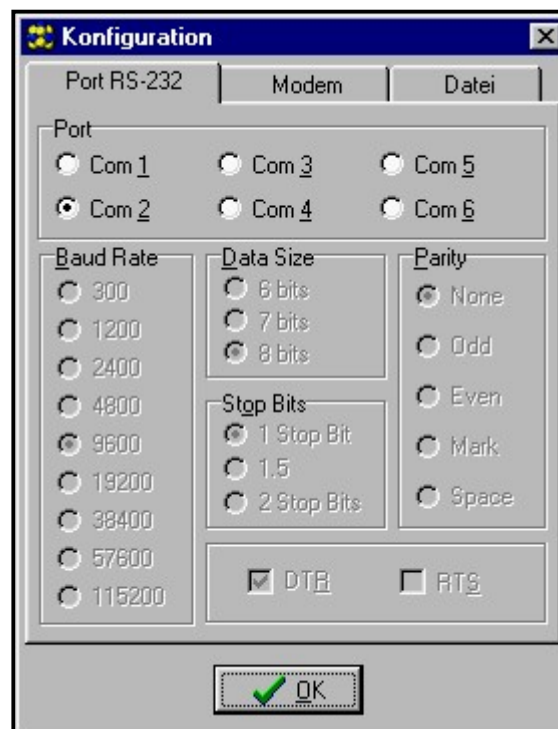

Abbildung 11.
2. Durch Anklicken des Symbols  (oder über das Menü **Kommunikation**→**Konfiguration**) das Fenster mit den Optionen der Kommunikationskonfigurierung öffnen und den Port wählen, über welchen sich der Rechner mit der RS-232 Schnittstelle des Moduls verbinden soll (siehe Abbildung 11).